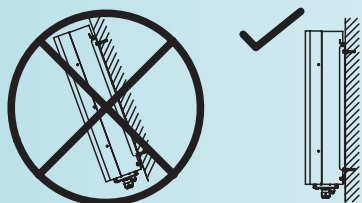

Fig. 2
- Scegliere un supporto verticale robusto che sia in grado di sorreggere il peso dell'apparecchio (Fig. 2).